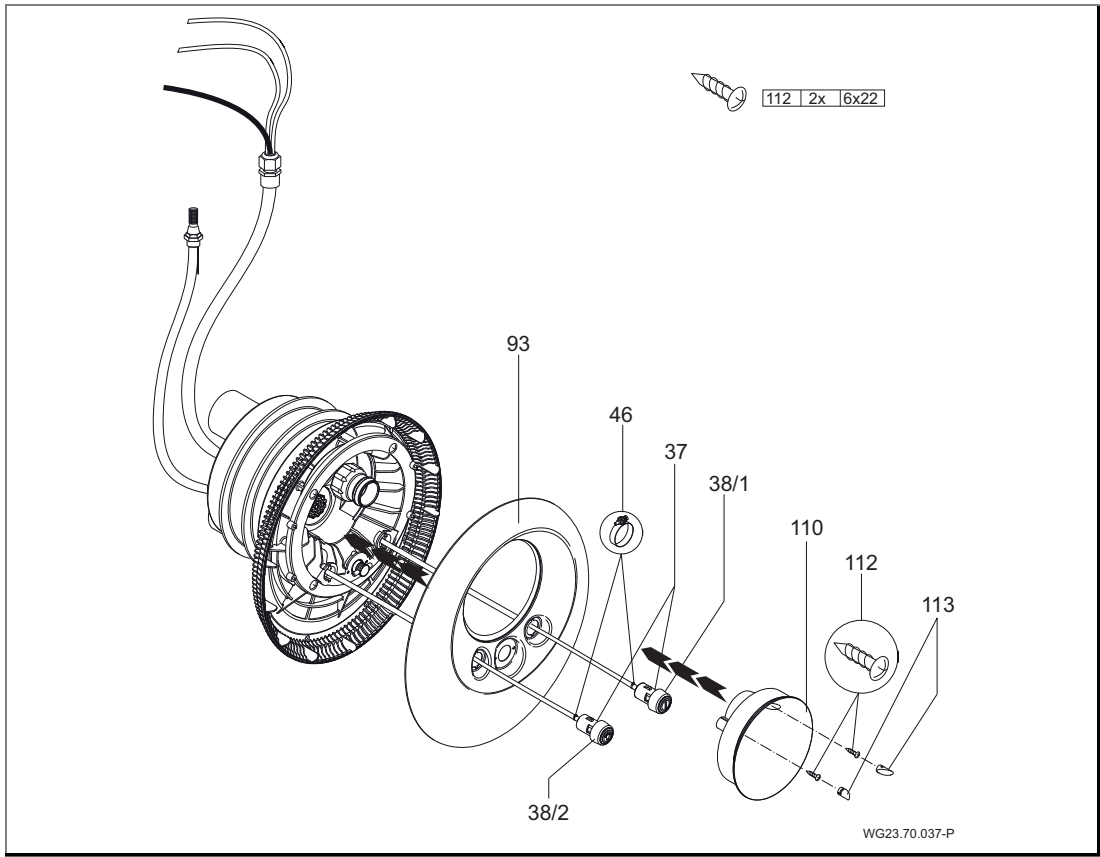

Abb. 18
7. Pneumatikschläuche durch die Öffnungen in der Edelstahlblende (93) führen; Licht EIN/AUS links; Pumpe EIN/AUS rechts; und an den entsprechenden Tastern mit Schlauchklemmen (46) befestigen. (Abb. 18)